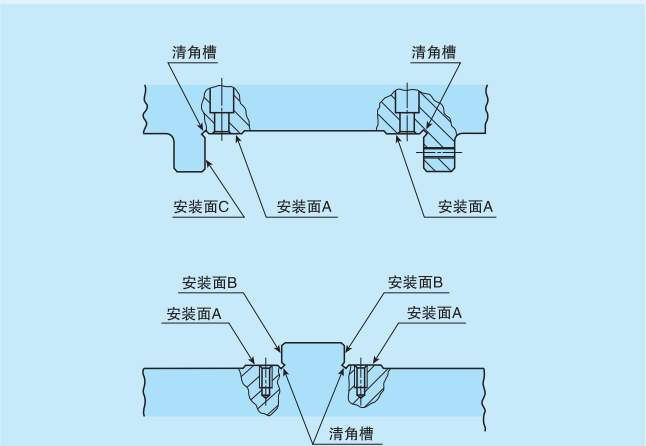

图15 安装面
- 将滑轨紧紧贴在B面(参照图15)，同时使用规定的扭矩正式均匀拧紧。
- 将固定侧轨道台紧紧贴在C面(参照图15)，同时使用规定的扭矩正式均匀拧紧。